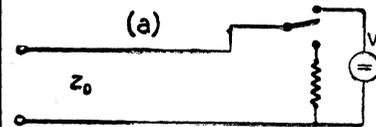

Figure 8.
d) **Modulation par ligne de retard.** On peut employer une ligne de retard pour la modulation d'anode. Le principe est le suivant (fig. 8). Soit une ligne électrique ouverte de longueur limitée, chargée au potentiel V. Supposons que la source de tension soit brusquement supprimée et qu'en même temps la ligne soit fermée sur une résistance R. Si cette ligne chargée était infinie, elle se comporterait comme une source de tension V en série avec son impédance caractéristique Z_0 , si bien qu'une tension continue